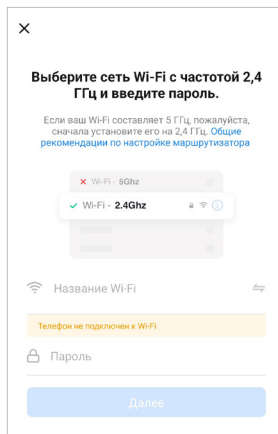

Рис. 3-3
3.4. Затем введите свой беспроводной маршрутизатор (сеть Wi-Fi) и пароль (рис. 3-3). Подтвердите далее.